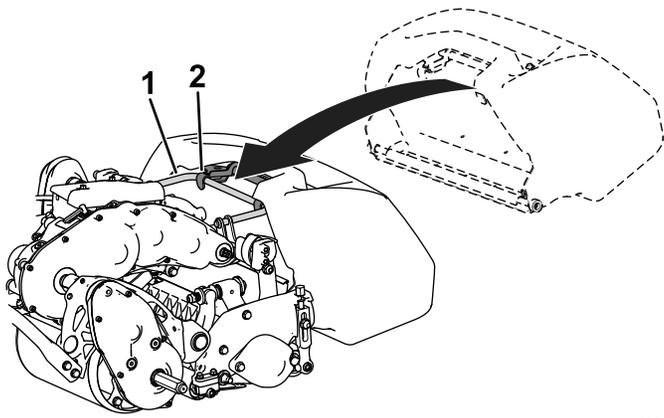

Bild 11
2. Schieben Sie die Fangkorblippe zwischen den Seitenplatten der Schneideinheit und über die Frontrolle ein (Bild 11).
3. Befestigen Sie die Fangkorbhaken über der Rahmenschleife (Bild 11).